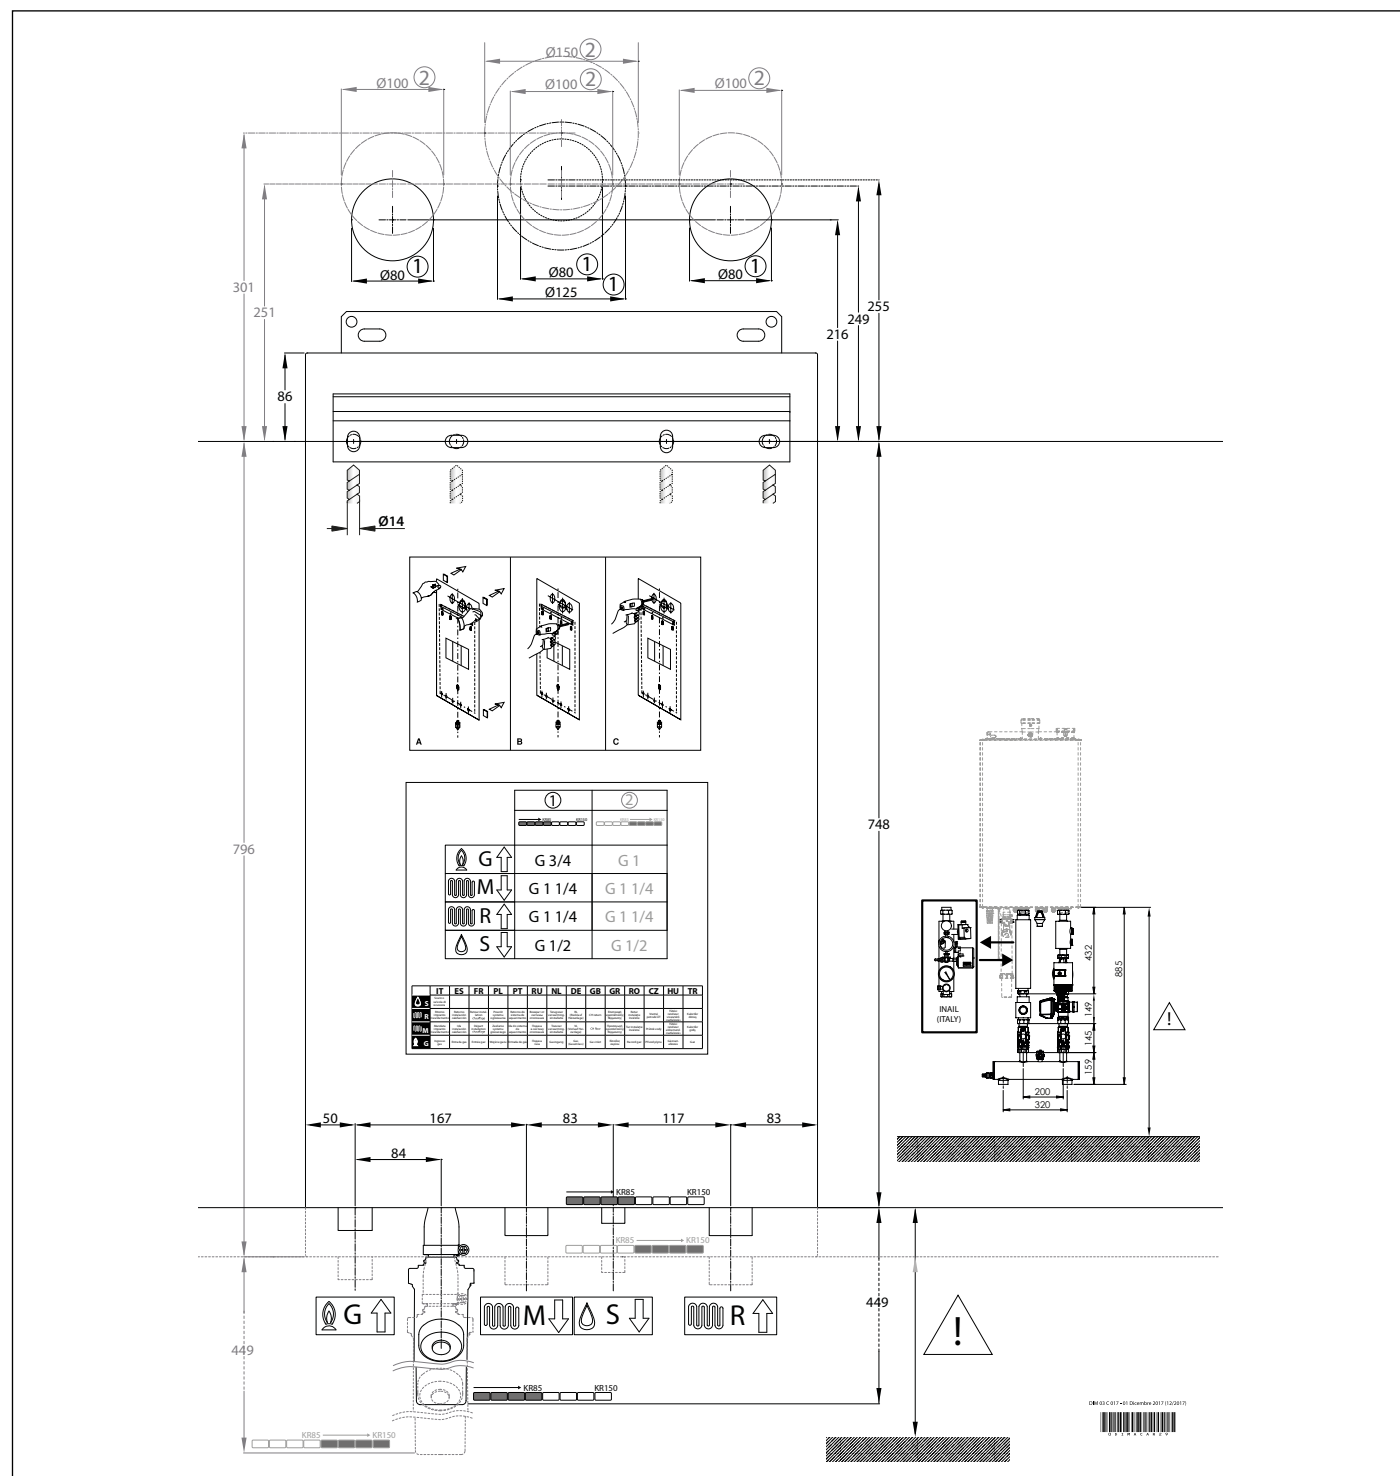

Fig. 10 Gabarito de instalação
- O gabarito de fixação da caldeira na parede (veja Fig. 10 Gabarito de instalação).
Cada aparelho é fornecido com um gabarito específico de papel (veja Fig. 10 Gabarito de instalação).